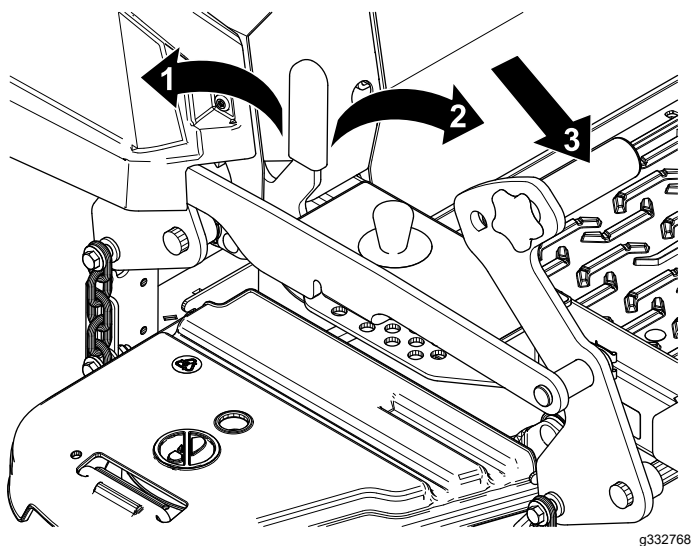

Figure 29
1. Presione el pedal de elevación de la carcasa hacia adelante del todo para bloquear la carcasa de corte en la posición de TRANSPORTE (Figure 29).
2. Presione el pedal de elevación de la carcasa hacia adelante y empuje el bloqueo de transporte hacia adelante a la posición de DESBLOQUEADO, luego baje lentamente la carcasa de corte (Figure 29).